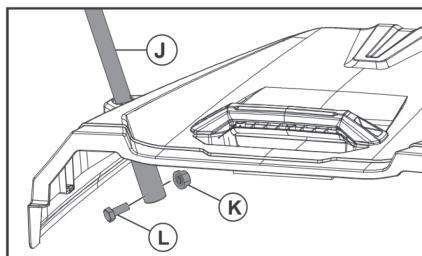

Рис. 18.
Рычаг подъёма для поворота травосборника при опорожнении (J) вставьте в отверстие верхней части травосборника и установите снизу болт (L) и гайку (K). Рис. 18.